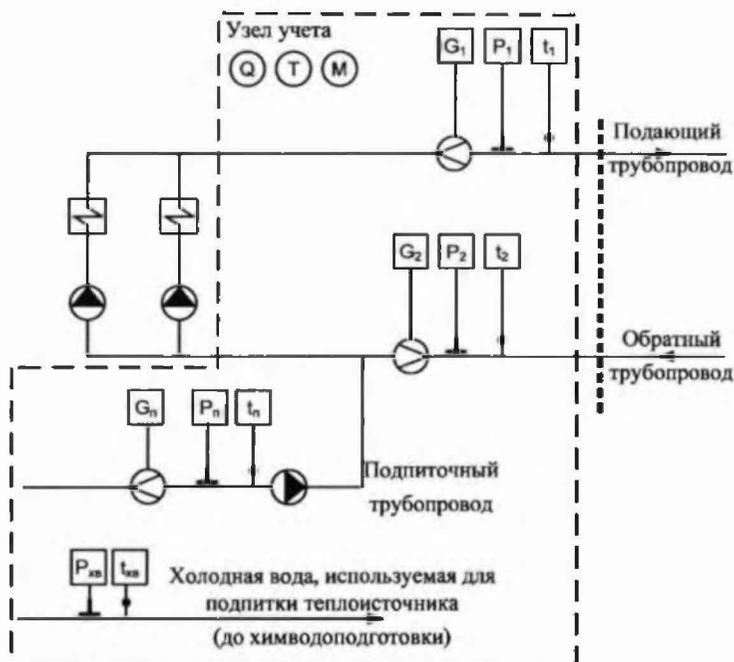

Рисунок 2.6 Принципиальная схема узла учета теплоносителя на теплоисточнике с индивидуальной подпиткой
4.	<p>Тип УУТ - «Водяная система», упорядочивает систему учета распределения теплоносителя по типам использования: подающий ТР, обратный ТР и ТР подпитки, КУ распределения потерь тепла по данной тепломагистрали и способы обработки возможных НС.</p> <p>Установленный тип узла учета - это программно-математический эквивалент принципиальной схемы учета теплоносителя с индивидуальной подпиткой тепломагистрали (рисунок 2.6), который обеспечивает измерение и регистрацию количества тепловой энергии и параметров теплоносителя на теплоисточнике.</p> <p>Следующим шагом конфигурирования прибора является установка настроечных данных по подающему и обратному ТР, ТР подпитки, КУ давления и температуры холодного источника</p>